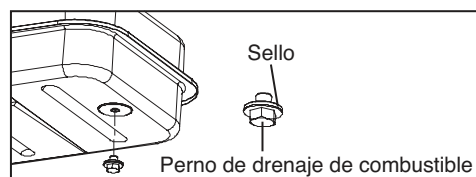

Figura 10. Perno de drenaje de combustible
2. Retire el perno de drenaje de combustible del costado inferior posterior del tanque de combustible usando un dado de 3/4" o una llave inglesa y drene. Para los modelos KFA135/180/220DGD únicamente (Ver Figura 10).
5. Reinstale el perno de drenaje de combustible en el tanque de combustible y presione firmemente usando un dado de 3/4" o una llave inglesa. Para los modelos KFA135/180/220DGD únicamente (Ver Figura 10).